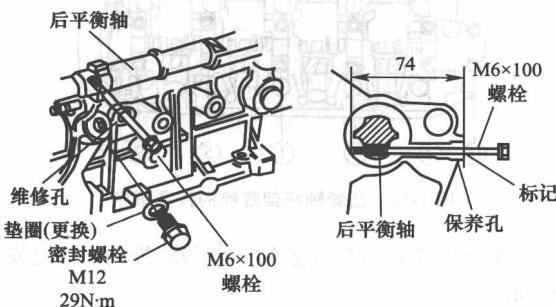

图 1-20 用 $M6 \times 100$ 的螺栓固定后平衡轴
- 17) 使用专用工具 (或 $M6 \times 100$ 的螺栓) 来校正后平衡轴带轮, 如图 1-20 所示, 将螺栓从维修孔中插入, 以固定后平衡轴。
- 20) 从后平衡轴上取下专用工具, 然后安装 12mm 的密封螺栓, 参见图 1-20。